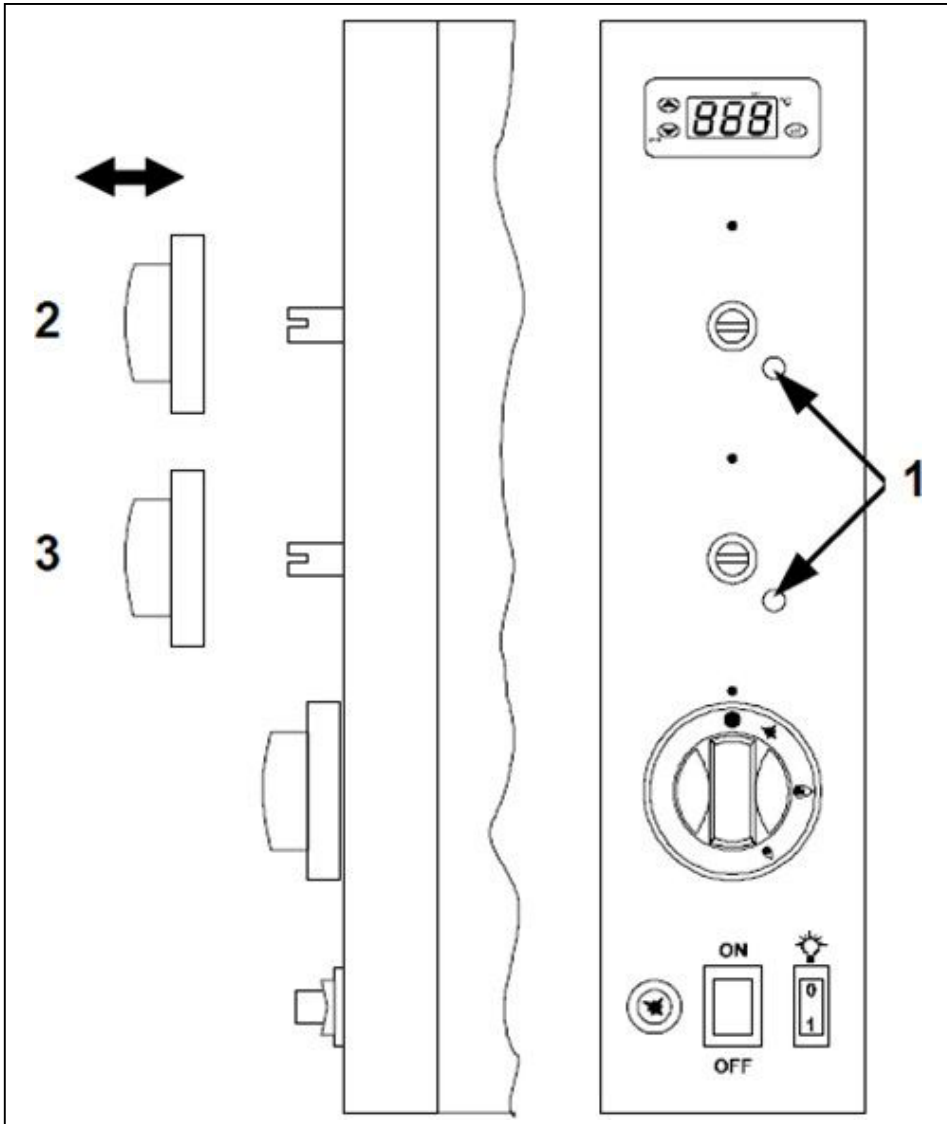

ABB.10
Für den LPG-Betrieb (g30-g31) ist das Minimum festgelegt und die Schraube (Abb. 10-Bez. 1) muss vollständig angezogen werden; für den Betrieb mit anderen Gasarten ist das Minimum wie folgt einstellbar:
- Den Griff des Brenners manuell vom Bedienfeld (Abb. 10-Bez. 2/3) entfernen;
- Lösen Sie die Schraube (Abb. 10-Bez. 1) um 2/3 Umdrehung und setzen Sie den Griff wieder ein;
- Entfernen Sie den Griff wieder und ziehen Sie die Schraube (Abb. 10-Bez. 1) fest, bis die Flamme stabil bleibt;